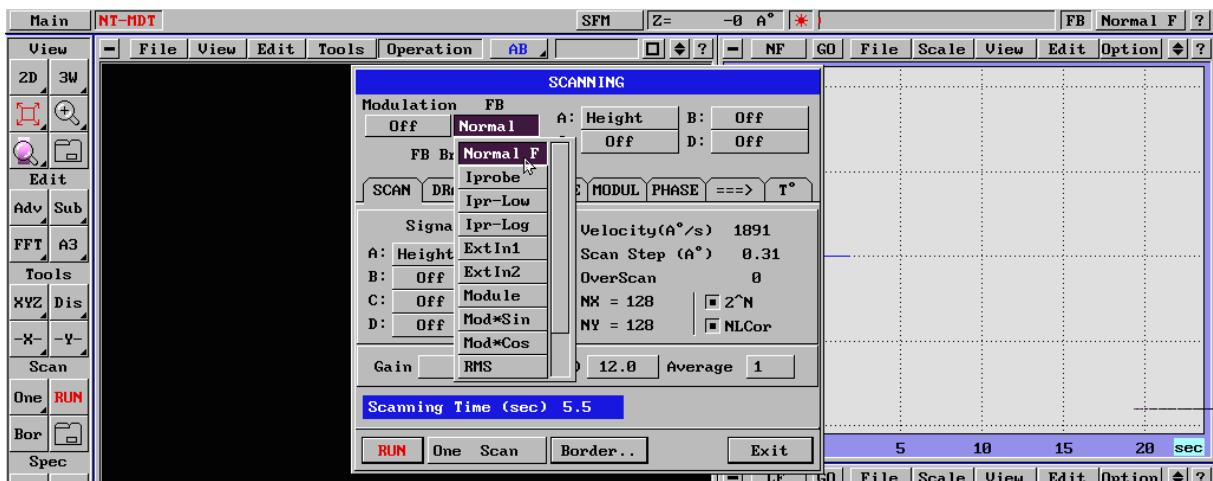

Fig. 178
- FB - Normal Force (Fig. 178)